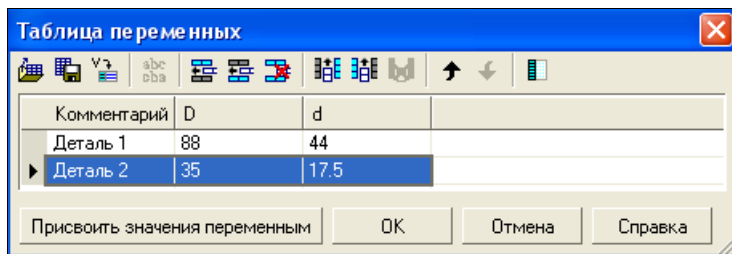

Рис. 26.10. Окно **Таблица переменных**
- ◆ нажмите кнопку **Таблица переменных**. Появится окно **Таблица переменных**, кнопками **Добавить строку ниже** и **Добавить столбец справа** создайте таблицу переменных с соответствующими названиями, как на рис. 26.10. Ее можно сохранить, нажав кнопку **Сохранить в файл \*.xls**;